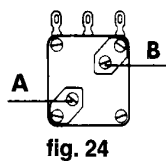

fig. 24
4. Skruva försiktigt in den dubbelgängade vridkondensatorns trimskrivar (A och B) så långt det går (fig 24).